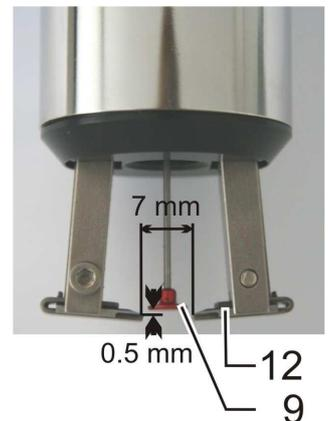

Figure 32. Régler la butée de déclenchement
- Tournez la broche fileté (28) jusqu'à ce que la distance entre les bords de coupe des couteaux soit de 7 mm (Figure 32).
- Tirez la butée de déclenchement (9) vers l'avant jusqu'à ce que la distance entre la butée de déclenchement (9) et les bords de coupe des couteaux (12) soit de **0,5 mm** (Figure 32).